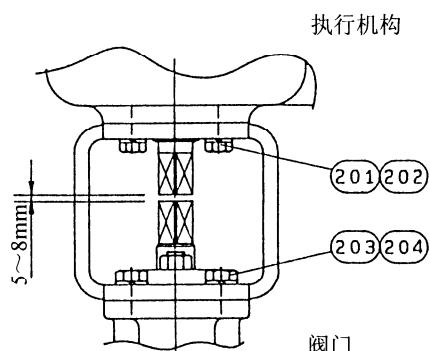

图 10-3.
- 将紧固连接件②〇5的内六角螺栓②〇6和弹簧垫圈②〇7用内六角扳手松开后，拆下连接件，如图10-3所示状态。
- 如图 10-3 所示，将六角头螺栓 ②① ②③ 松开后，就可以将执行机构、支架、本体部分分离。在执行机构的输出端，采用传动轴插入涂有粘结剂的执行机构方孔的方式输出。传动轴可能因粘结剂老化，粘结力降低而脱落。因此在拆卸时应加以注意，防止传动轴脱落而砸伤。